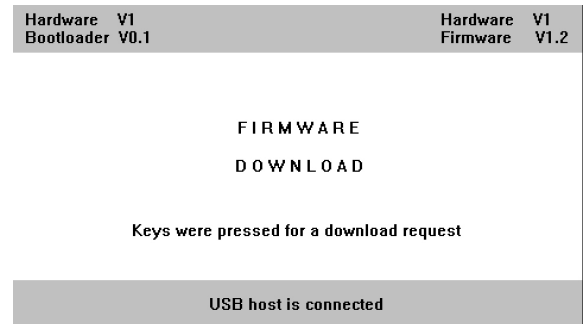

Abb. II.49 Software-Update (Firmware-Update)
- ▶ Drücken Sie an Ihrem ND **gleichzeitig** die Taste C und die Taste ENTER **und schalten Sie dabei Ihren ND ein**. Der ND zeigt Ihnen die aktuell installierten Hardware- und Firmware-Versionen an und ist bereit für ein Software-Download (Firmware-Download), siehe Abb. II.49.